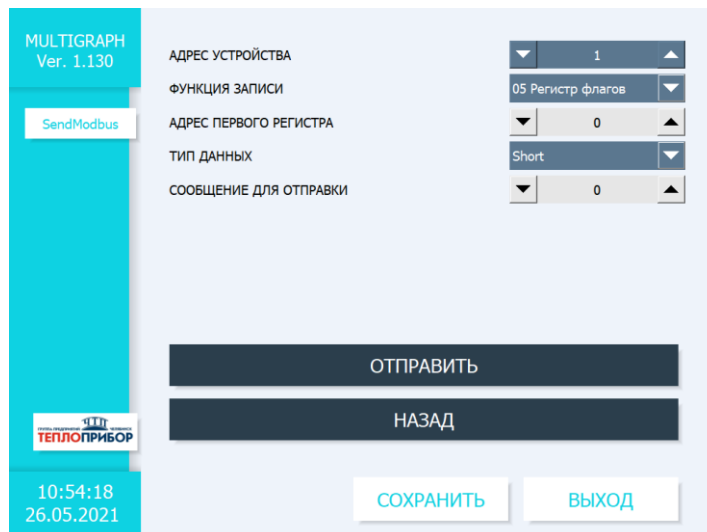

Рисунок 2.59 – Отправка Modbus-команды
2.4.3.2 Функция «ОТПРАВИТЬ МОДБАС КОМАНДУ» позволяет отправить команду записи регистра по выбранному адресу устройства (рис. 2.59).